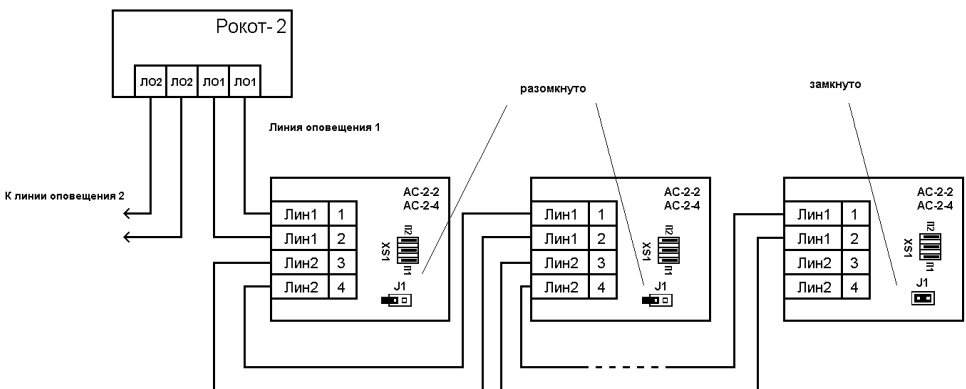

**Рис. 3** Схема электрическая «АС-2-1»
**Для нормальной работы функции контроля линии оповещения акустические системы сторонних производителей следует подключать через дополнительные РС-цепи (см. рис.3).**